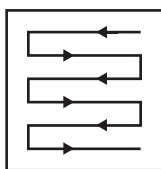

Fig. 17
5. Tondre en suivant des rangées qui se chevauchent légèrement. Le modèle le plus efficace pour tondre les pelouses est la ligne droite parallèle à l'une des bordures. Cela permet de tondre la pelouse en rangées régulières et garantit qu'aucun endroit de la pelouse n'a été oublié (Fig. 17).